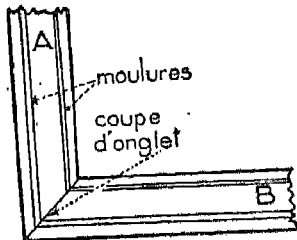

Fig. 15. — Coupe d'onglet sur les côtés A et B d'un cadre. On voyez-vous des angles de 45° ?
*coupes d'onglet* (fig. 15), pratiquées sur les pièces assemblées en bout à angle droit (encadrements, moulures en bois pour fils électriques, etc.).